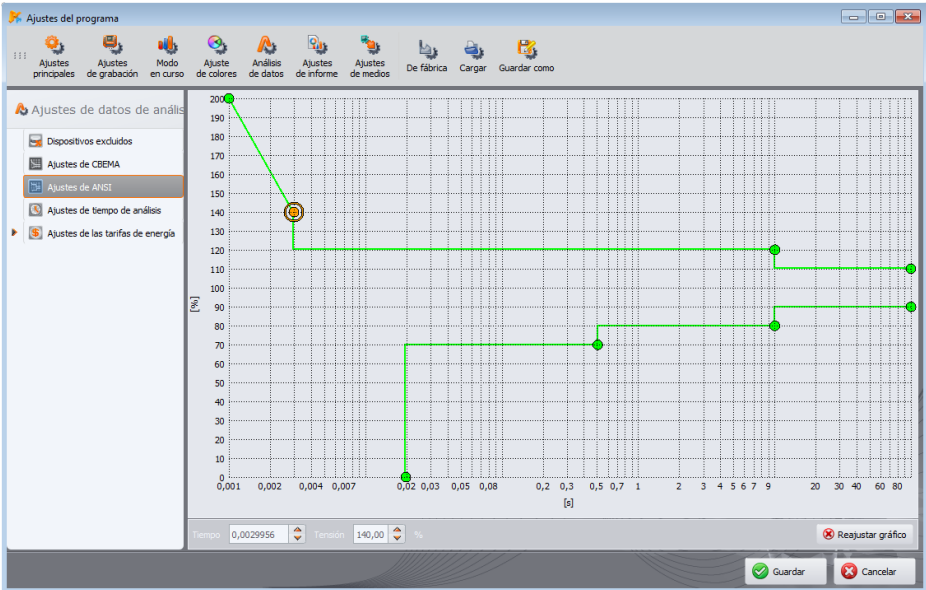

Fig. 84. Ajustes del programa - ajustes de ANSI.
- **AJUSTES DE ANSI** – permiten cambiar los criterios predeterminados para los diagramas ANSI como en caso de los diagramas CBEMA (Fig. 84). El cambio se realiza mediante el cambio de la posición de los nudos en el gráfico. Los ajustes predeterminados se pueden restaurar haciendo clic en el botón **REAJUSTAR GRÁFICO**.